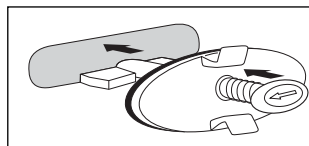

Fig. 4
- En caso de rebosaderos longitudinales presione el pasador de tensado y vuelque la palanca de cierre de modo que quede perpendicular con el pasador de tensado (fig. 4).